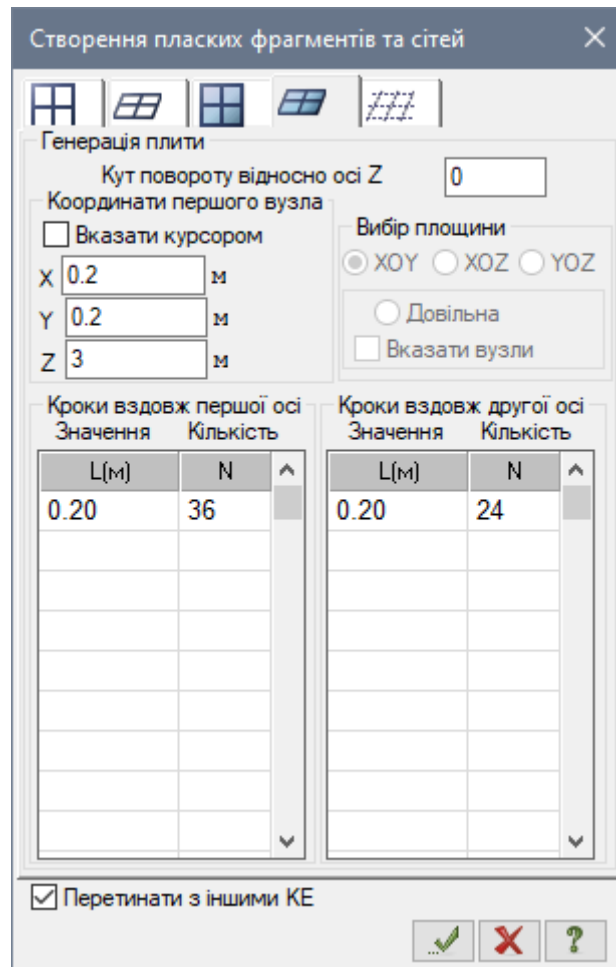

Рис. 9.5. Діалогове вікно Створення плоских фрагментів та сітей
- Далі в діалоговому вікні **Створення плоских фрагментів та сітей** в полі введення **Координати першого вузла** зніміть прапорець **Вказати курсором** та задайте координати прив'язки в просторі першого вузла фрагменту (рис. 9.5):